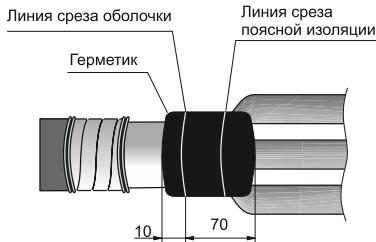

Рисунок 7
**4.18** Обмотать длинную ленту герметика по краю металлической оболочки с заходом на 10 мм на оболочку и на 70 мм по жилам кабеля, удаляя разделительную бумагу (рисунок 7).